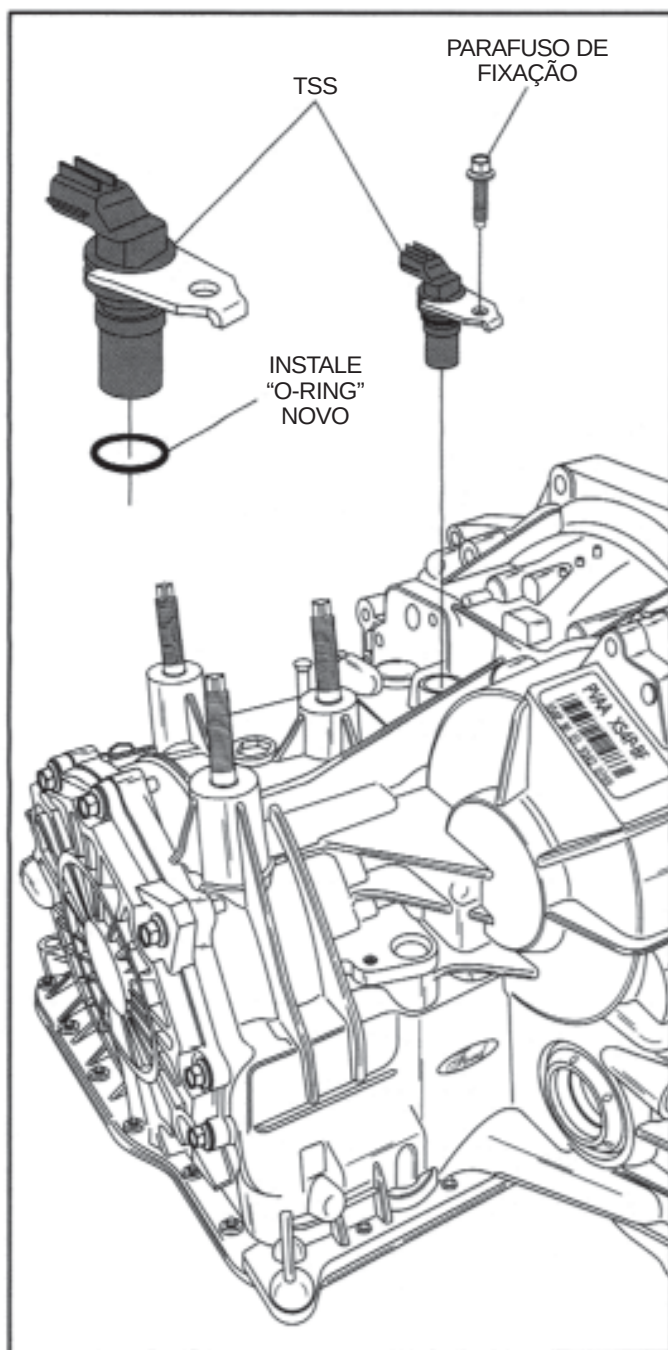

Figura 189
1. Instale no sensor de velocidade do eixo da turbina (TSS) um novo "O-Ring" de vedação, lubrifique com uma pequena quantidade de pasta de montagem e instale-o dentro da cavidade da carcaça, conforme ilustrado na Figura 189.
2. Instale o parafuso de fixação do sensor de velocidade e aperte com torque de 9 N-m (80 in.lb.) (Vide Figura 189).